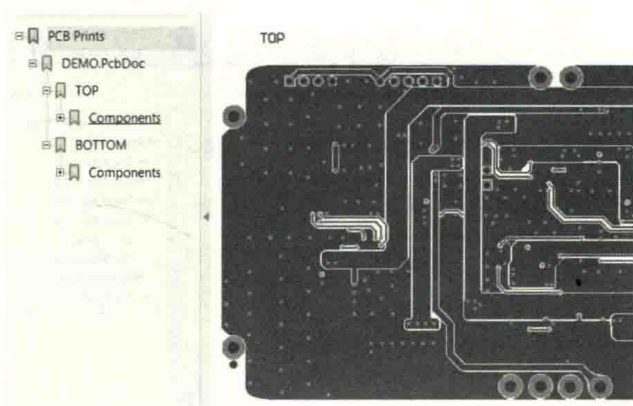

图 10-36 多层线路的 PDF 文件输出效果图
(3) 设置输出颜色，选择“Color”（彩色），单击“Finish”按钮，完成多层线路的 PDF 文件输出，其效果图如图 10-36 所示。